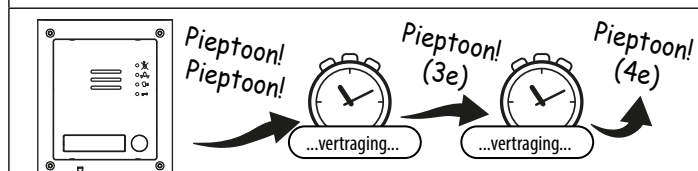

Fig. 60
3. Schakel de GSM-module in, u hoort 2 pieptonen gevolgd door een korte vertraging en vervolgens een enkele pieptoon (3e pieptoon), gevolgd door een andere korte vertraging en tenslotte nog een enkele pieptoon (4e pieptoon), zoals weergegeven in **Fig.60**.